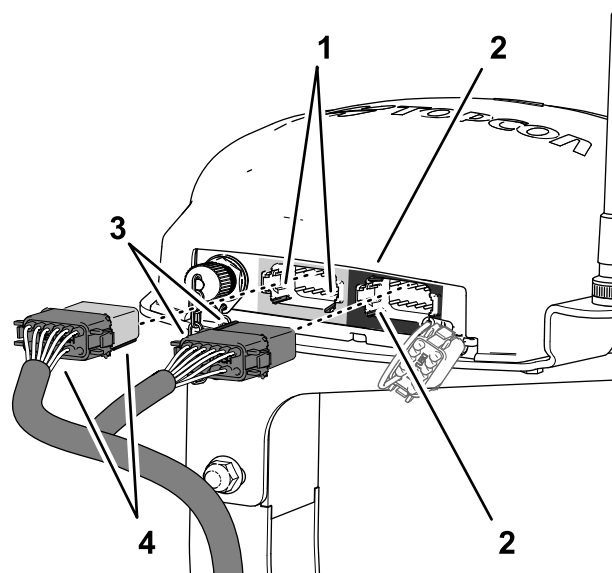

Figura 198
3. Allineate le 2 chiavi sulla superficie lunga del connettore a 12 prese grigio e nero del cablaggio dati con le 2 scanalature per chiave nella parete orizzontale inferiore del connettore a 12 pin sinistro (grigio) del ricevitore di navigazione (Figura 198).
4. Collegate il connettore a 12 prese grigio e nero del cablaggio dati nel connettore a 12 pin sinistro (grigio) del ricevitore di navigazione, fino a quando il connettore non scatta saldamente in sede (Figura 198).
5. Allineate le 2 chiavi sul lato corto del connettore a 12 prese nero del cablaggio dati con le 2 scanalature per chiave nella parete verticale sinistra del connettore a 12 pin destro (nero) del ricevitore di navigazione (Figura 198).
6. Collegate il connettore a 12 prese **solo nero** del cablaggio dati al connettore a 12 pin **sinistro (nero)** del ricevitore di navigazione, fino a quando il connettore non scatta saldamente in sede (Figura 198).